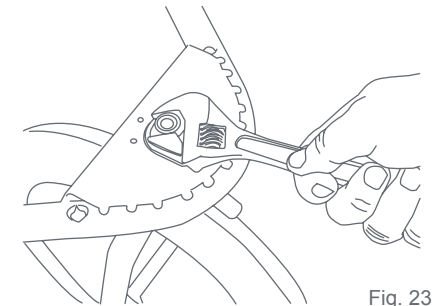

Fig. 23
23) • Retirez le repose-pieds afin d'accéder à l'écrou. Vous pouvez utiliser une clé à molette standard pour resserrer l'écrou (Fig. 23).